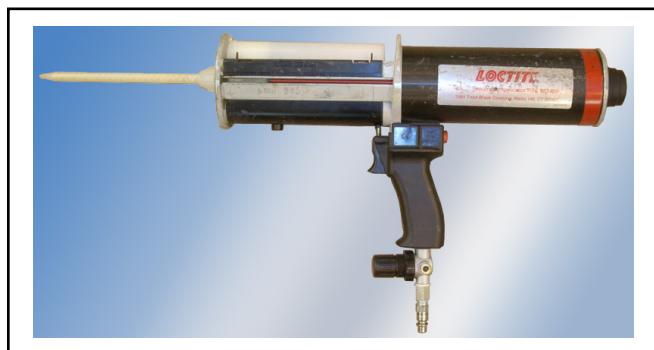

Figure A1 - Pistolet avec mélangeur pour colle Plexus
2. Installer la cartouche dans le pistolet manuel ou pneumatique approprié. Figure A1.
4. Installer le mélangeur statique approprié pour une cartouche double de format 400 ml (voir Figure A1) au bout de la cartouche de colle à l'aide de la bague de retenue. Le mélangeur assure l'homogénéité de la colle.